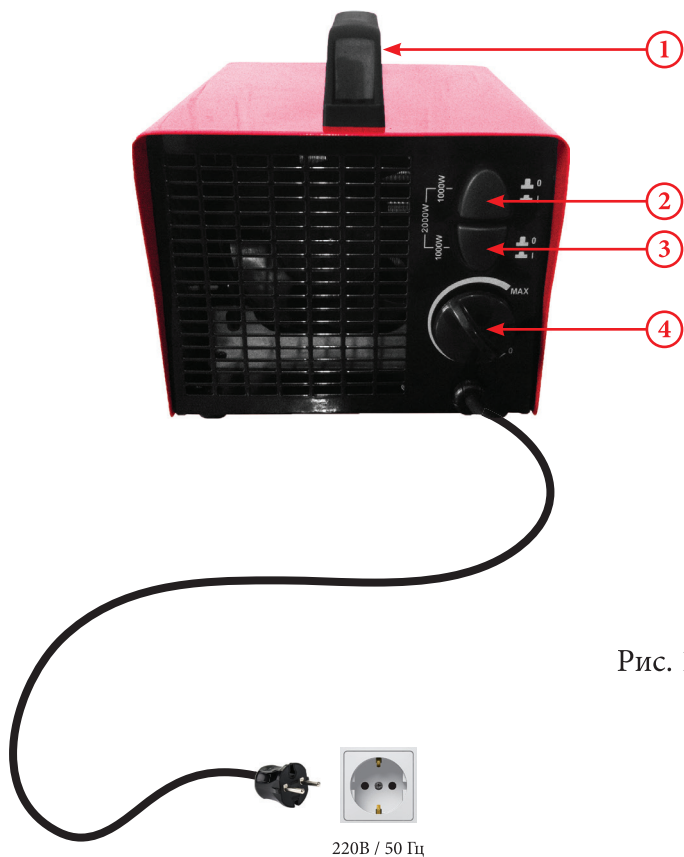

Рис. 1
Поверните ручку термостата (рис.1 пункт 4) по часовой стрелке в крайнее правое положение, при этом слышен характерный щелчок, говорящий о том, что электрическая цепь термостата замкнута.
Нажмите кнопку включения 1-го контура нагрева (рис.1 пункт 2) в положение "■", при этом включится вентилятор и включится первый блок нагрева мощностью 1000 Вт.
При необходимости нажмите кнопку включения 2-го контура нагрева (рис.1 пункт 3) в положение "■", при этом продолжит работу вентилятор и первый блок нагрева, плюс включится второй блок нагрева мощностью 1000/2000 Вт, при этом суммарная мощность нагрева составит 2000/3000 Вт.
Дождитесь пока температура воздуха в помещении будет для вас комфортна и поверните ручку термостата (рис.1 пункт 4) против часовой стрелки до щелчка. Выбранная вами температура будет поддерживаться в автоматическом режиме.
1. Нажмите кнопку включения 1-го контура нагрева (рис.1 пункт 2) в положение "⬇️", при этом выключится первый блок нагрева.
2. Нажмите кнопку включения 2-го контура нагрева (рис.1 пункт 3) в положение "⬇️", при этом выключится второй блок нагрева.